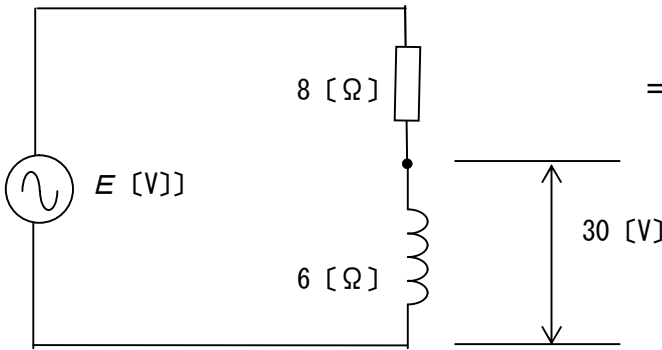
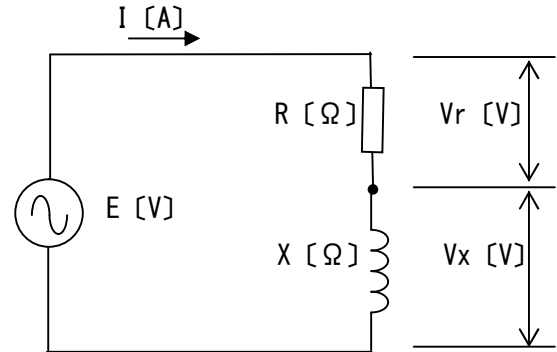

図15-3-1
図15-3-2
題意の図15-3-1を一般的な考えで説明するため図15-3-2のように書きなおしてみる。
- ① R と X の直列回路なので、全体の電流 I [A] は抵抗 R にもリアクタンス X [Ω] にも同じ値の電流 I [A] が流れる。
- ② 図15-3-1のリアクタンス X [Ω] (=6 [Ω]) とその両端に加わる電圧 V_x [V] (=30 [V]) からリアクタンス X [Ω] の電流 (=全体の電流 I) [A] は